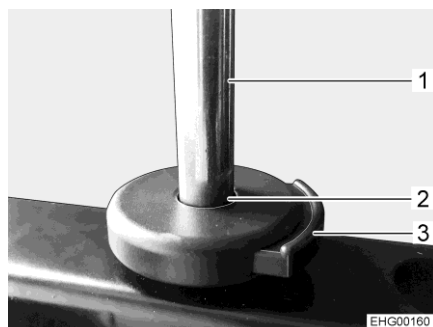

Bild 19 Frigöringsknapp (nackstöd)
- Sätt i hyllans stänger (Bild 19,1) i hållarna (Bild 19,2).
- Tryck på frigöringsknappen (Bild 19,3) och fortsätt skjuta nackstödet till önskad position.
- Tryck på frigöringsknappen (Bild 19,3).